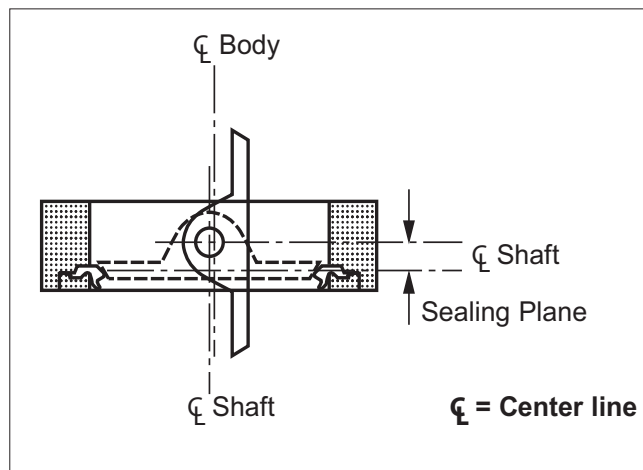

Figura 1. Funcionamiento del eje desplazado
La válvula *Wafer-Sphere* ofrece un mayor rendimiento gracias a rasgos de diseño como el diseño de eje desplazado. El eje se desplaza en dos planos: (1) se aleja de la línea central del disco de la válvula y (2) se coloca detrás del plano de sellado del disco. El diseño de eje desplazado hace que el borde del disco giratorio esté alejado del asiento, eliminando así por completo los puntos de desgaste típicos de la parte superior e inferior del asiento. Debido a que el disco gira saliéndose del asiento en un arco excéntrico, opera solo en un cuadrante (consulte la **figura 1**).
4. Antes de instalar una válvula **cerrada** en la tubería, asegúrese de que el actuador esté conectado de manera que un giro antihorario, visto desde arriba, abra la válvula (**vea la figura 1**). Cierre por completo la válvula de nuevo antes de instalarla en la tubería.